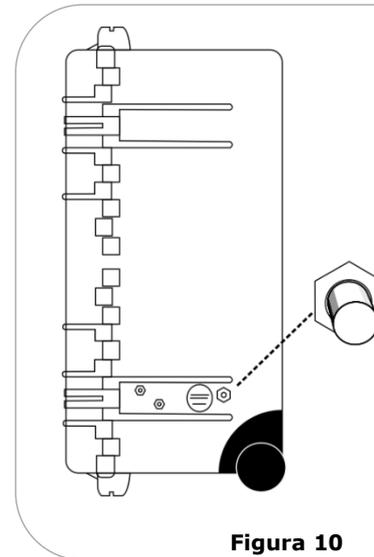

Figura 10
- Pressione o botão de dreno localizado na parte lateral externa do consultório para despressurizar o compressor (Figura 10).